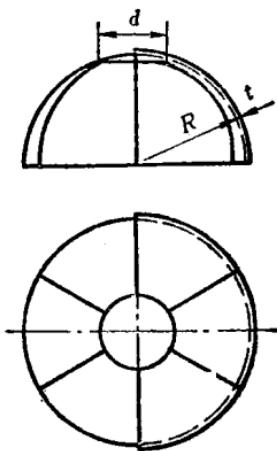

图 9
9. 作轴流通风机流线体构件的展开图，如图 9 所示。已知尺寸 $R = 400\text{mm}$, $d = 200\text{mm}$, $t = 1.5\text{mm}$, 求作展此为试读, 需要完整PDF请访问: www.ertongbook.com